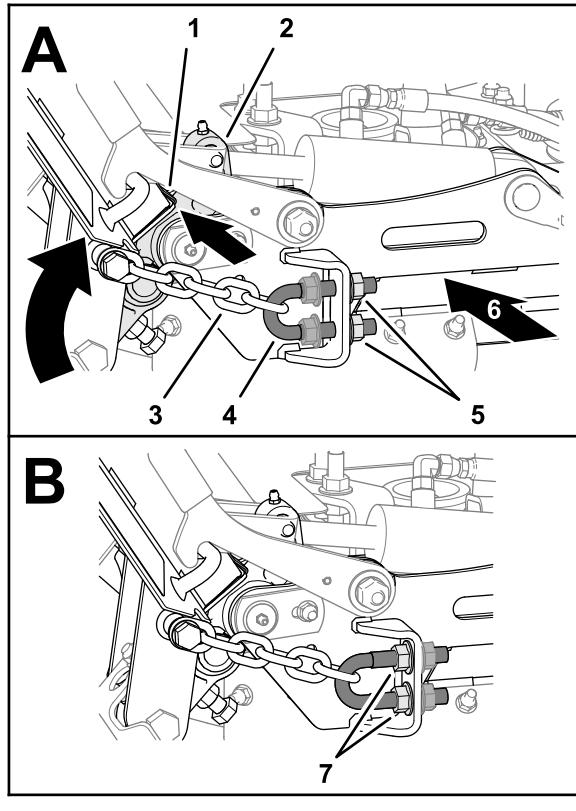

Figura 37
3. Nella parte posteriore del piatto, serrate i dadi flangiati dentati interni finché le catene non sono in tensione (Figura 37).
4. Inserite i dadi flangiati dentati esterni (Figura 37) e serrateli a una coppia compresa tra 103 e 127 N·m.